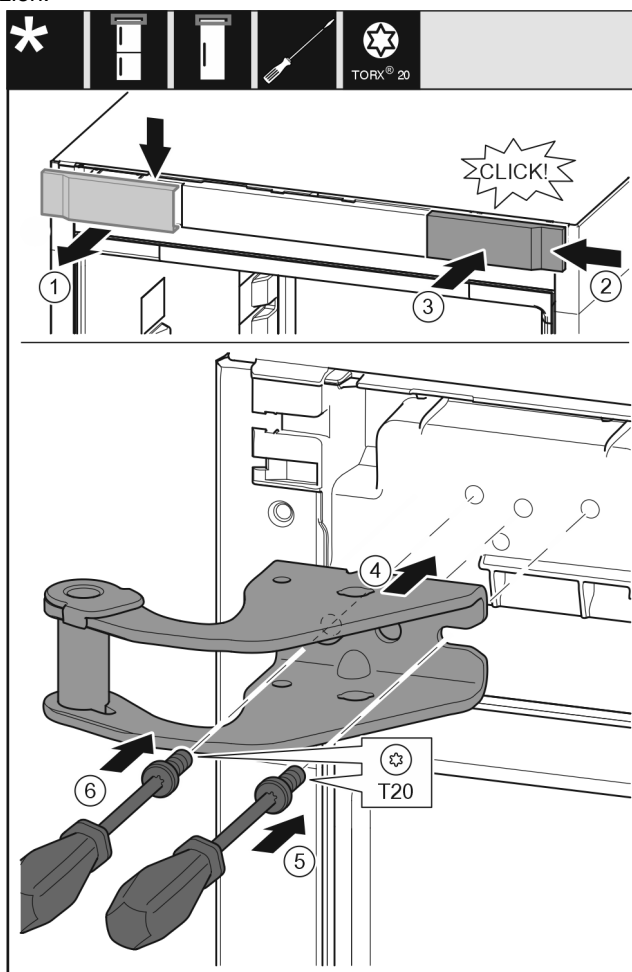

Fig. 19
- ▶ Afdekking van boven naar voren toe verwijderen. Fig. 19 (1)
- ▶ Afdekking 180° gedraaid op de andere kant van rechts aanbrengen. Fig. 19 (2)
- ▶ Afdekking vastklikken. Fig. 19 (3)
- ▶ Bovenste lagerbus plaatsen. Fig. 19 (4)
- ▶ Schroef met schroevendraaier T20 aanbrengen en vastdraaien. Fig. 19 (5)
- ▶ Schroef met schroevendraaier T20 aanbrengen en vastdraaien. Fig. 19 (6)